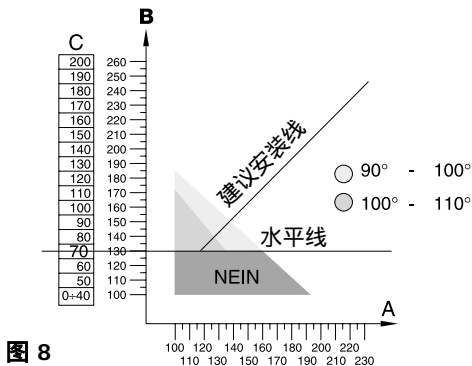

图 8
- 1.2 根据MOBY的型号，在对应的图上找出C值，画一条水平线（图8）。